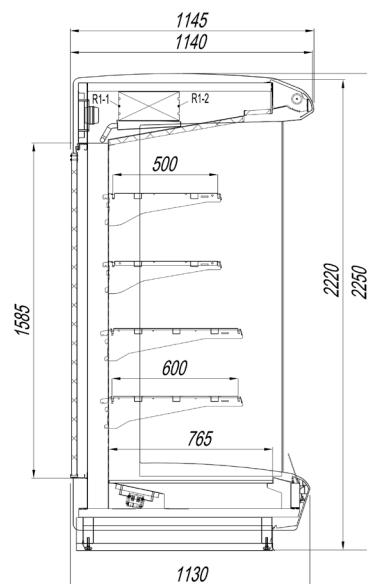

Рисунок 4. Витрина КВАРЦ ЗАДНЯЯ ЗАГРУЗКА
- «КВАРЦ ЗАДНЯЯ ЗАГРУЗКА» - пристенная среднетемпературная горка с раздвижной задней стенкой, ширина основания 1130мм (рисунок 4);